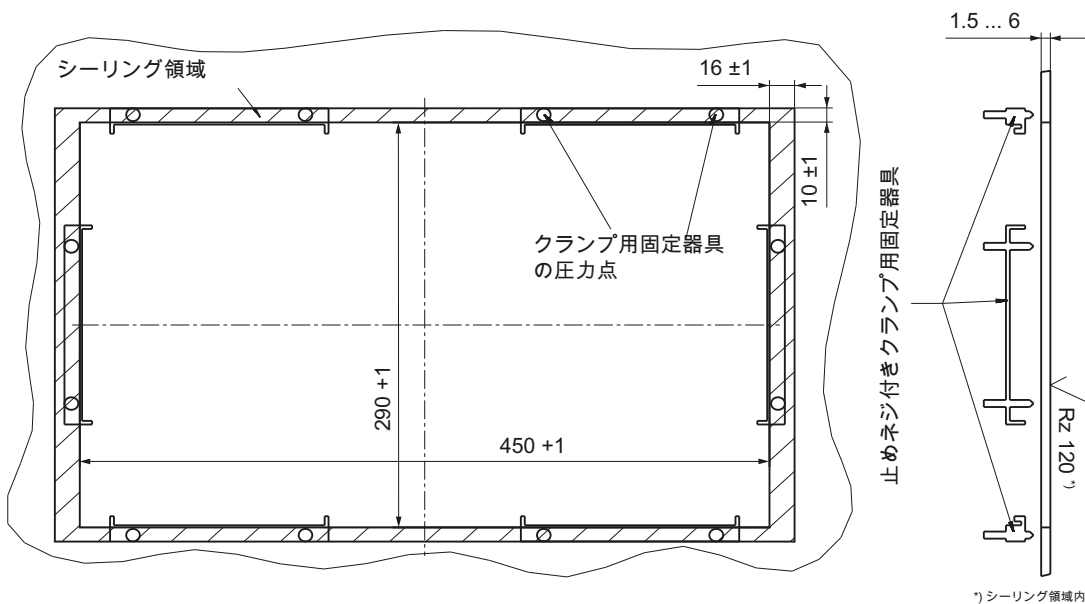

図 4-3 OP010C 操作パネルの取り付け寸法図
1. 組み立てられたコンポーネント(操作パネルと PCU)を前面からパネル抜き穴に挿入します (図 4-3 OP010C 操作パネルの取り付け寸法図 (ページ 62)を参照してください)。